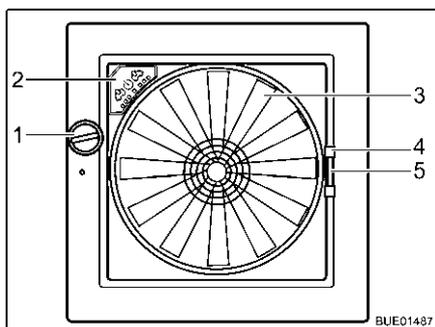

Fig. 84 Lanterneau Omni-Vent
- Tourner le bouton rotatif (Fig. 84,1) jusqu'à ce que l'angle d'ouverture désiré soit atteint.
- Tourner le bouton rotatif (Fig. 84,1) jusqu'à ce que le lanterneau soit entièrement fermé.
- Tirer la moustiquaire par la poignée (Fig. 84,4) vers le côté de cadre opposé.
- Presser la poignée (Fig. 84,5) du dispositif occultant.
Ventilateur Quand le lanterneau est ouvert, l'espace intérieur peut être ventilé et aéré avec un ventilateur à 6 niveaux de puissance (Fig. 84,3). La commande du ventilateur s'effectue sur son panneau de commande (Fig. 84,2).